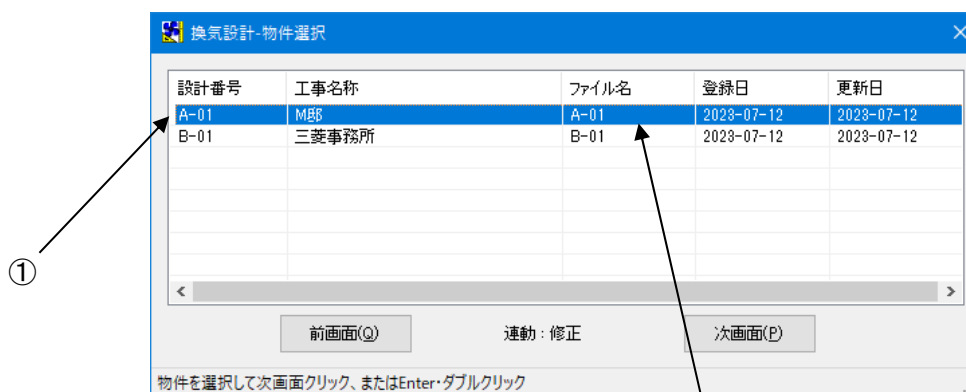

図 16
- ・設計番号(図 16-①)とファイル名(図 16-②)は、修正、削除、出力の際、表示されますので、確認することができます。